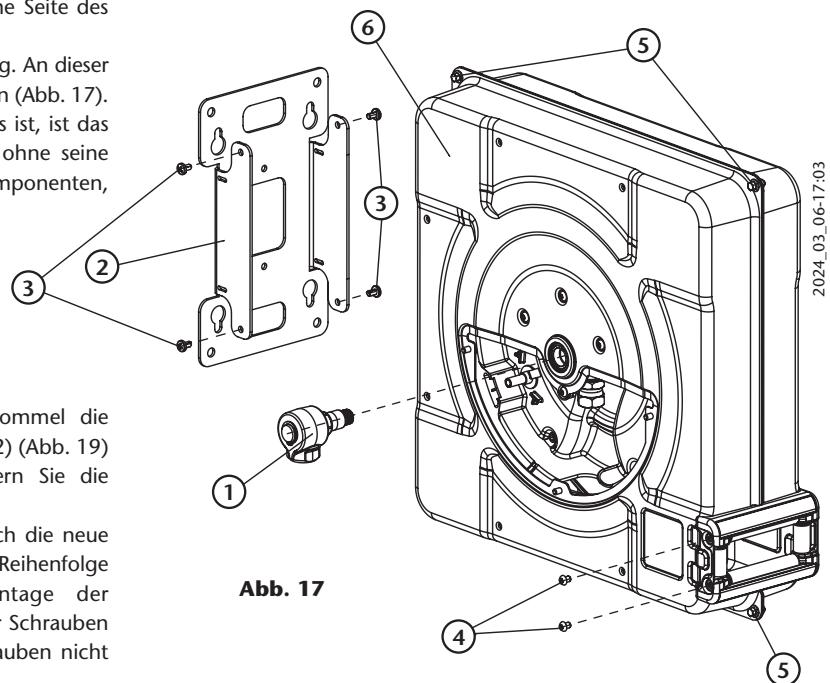

Abb. 17
- 7.** Entfernen Sie die Welle-Kugelgelenk-Baugruppe (1) (Abb. 17). Es ist nicht erforderlich, das Kugelgelenk von der Welle zu entfernen. Stecken Sie einen Flachschlüssel in den Sechskant der Welle und stellen Sie sicher, dass Sie mit einem 7-mm-Inbusschlüssel mit Schlüsselweite (1) (Abb. 10) gegenhalten, indem Sie ihn durch den Teilverspanner in den Messingsechskant (2) (Abb. 10) stecken (3) (Abb. 10). Vermeiden Sie möglichst, dass die Kraft auf andere Bauteile des Schlauchaufrollers übertragen wird und hebeln Sie den Flachkeil nicht auf das Kugelgelenk. Bewahren Sie die Achs-Kugelgelenk-Baugruppe für den späteren Zusammenbau auf.
- 8.** Demontieren Sie die Basis (2) (Abb. 17), indem Sie die Schrauben (3) lösen (Abb. 17). Bewahren Sie die Basis auf, um sie später wieder zusammenzubauen.
- 9.** Entfernen Sie die zwei Schrauben (4) (Abb. 17), die eine Seite des Schlauchauslasses halten.
- 10.** Lösen Sie die vier Schrauben (5) (Abb. 17) der Verkleidung. An dieser Stelle können die beiden Rumpfhälften (6) entfernt werden (Abb. 17).
- 17.** Platzieren Sie die andere Seite der Verkleidung (die mit dem Wartungsfenster) und passen Sie ihr zentrales Loch über die Messingachse der Scheibe. Richten Sie für eine korrekte Montageposition die Rippen des Schlauchauslasses an beiden Verkleidungen aus und verbinden Sie beide Teile, indem Sie die Schrauben (5) festziehen (Abb. 17).
- 18.** Montieren Sie die Befestigungsschrauben (4) des Schlauchauslasses (Abb. 17).
- 19.** Montieren Sie die Welle-Kugelgelenk-Baugruppe (1) (Abb. 17). Führen Sie dazu die Welle vorsichtig durch das Verkleidungslager. Achten Sie darauf, die innere Dichtung nicht mit dem Gewinde der Welle zu beschädigen. Es wird empfohlen, die Gewinde zu reinigen und an dieser Gewindeverbindung eine mittelfeste Schraubensicherung zu verwenden. Zum Anziehen der Welle unbedingt mit einem 7 mm Innensechskantschlüssel (1) (Abb. 8) durch das Vorspannstück (3) (Abb. 8) in den Messingsechskant (2) (Abb. 8) gegenhalten (8). Vermeiden Sie möglichst, dass die Kraft auf andere Bauteile des Schlauchaufrollers übertragen wird und heben Sie den Flachkeil nicht auf das Kugelgelenk.
- 20.** Den Sockel (2) (Abb. 17) mit den Parkerschrauben (3) (Abb. 17) an der Verkleidung anbringen.